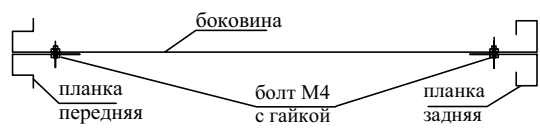

Рис.0-1(сборка перегородки)
4.1.Собрать перегородку (при наличии). Для этого к одной из боковин приставить,согласно рис.0-1, переднюю и заднюю планки,совместив отверстия на планках с отверстиями на боковине